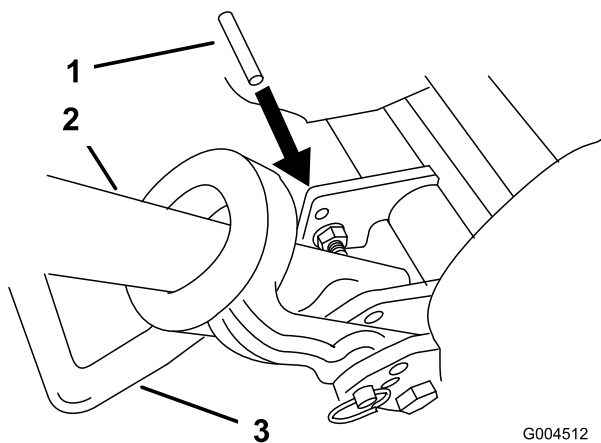

Figure 47
2. Abaissez la béquille. Insérez une goupille de 6 mm de diamètre (ou équivalent) dans le trou du bâti au-dessus du boulon de montage de la béquille (Figure 47).